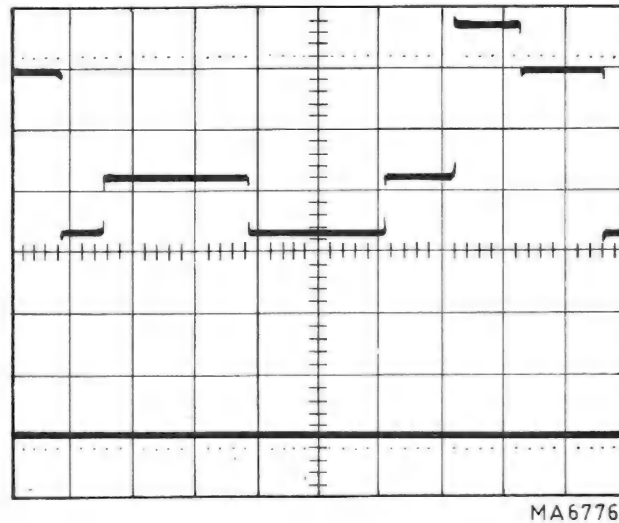

Abb. VIII-2. Messung des Augenblickswertes einer Spannung; Bezugslinie mit Kanal  $Y_B$  eingestellt
- Mit X POSITION denjenigen Augenblickswert des Signals, der gemessen werden soll, auf die vertikale Mittellinie des Rasters einstellen, wie es in Abb. VIII-2 gezeigt ist.